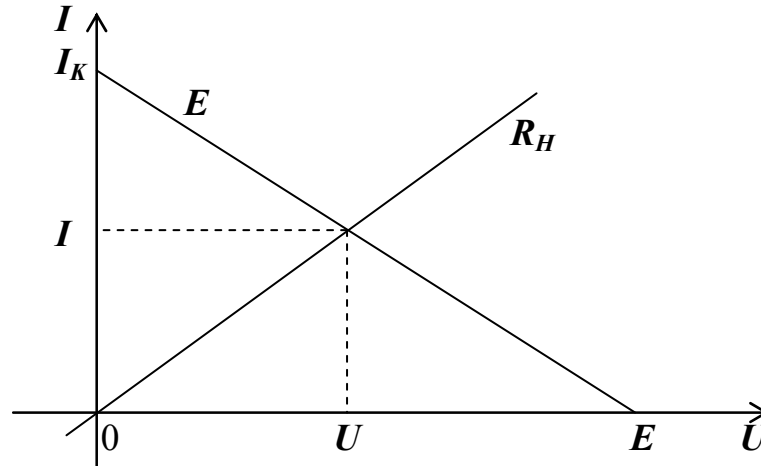

Рис. 3.5
Нагрузочная характеристика $I=(E-U)/r$ показана на рис.3.5. Она представляет собой прямую линию с отрицательным наклоном, проходящую через точки $(U, I) = (E, 0)$, $(0, E/r)$. Точка $(U, I) = (E, 0)$ соответствует режиму холостого хода, когда $R_H=\infty$. Точка $(U, I) = (0, E/r)$ соответствует режиму короткого замыкания, когда $R_H=0$. При этом в цепи протекает ток короткого замыкания:
Вольтамперная характеристика нагрузки $U=IR_H$ на рис. 3.5 показана в виде прямой линии с положительным наклоном, проходящей через начало координат. Точка пересечения прямых определяет ток I в цепи и напряжение U , падающее на нагрузке.
6. Постройте график нагрузочной характеристики источника подобно рис. 3.5.